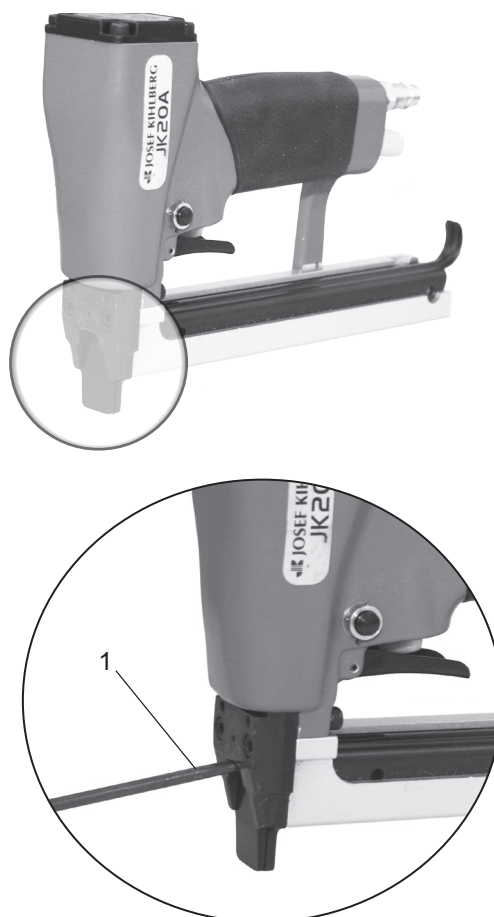

Fig. 5
- Ouvrir la plaque frontale à l'aide d'un tournevis (Fig. 5/1). La plaque frontale possède 3 encoches, cela facilite le démontage.